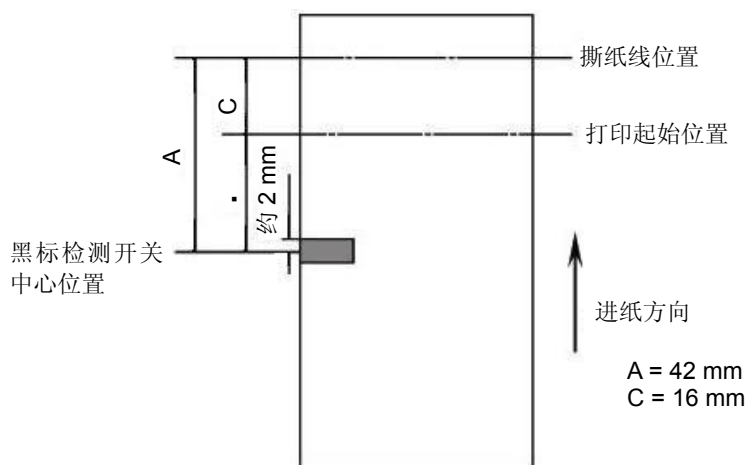

图 1
4. 打印机固有机械值 $L_0=A$ (mm) $Q_0=C$ (mm)，请参见图 1。
以下举例假设为撕纸位置在打机构撕纸口，即 $L_0=42\text{mm}$ ， $Q_0=16\text{mm}$ （请参见图 1）。